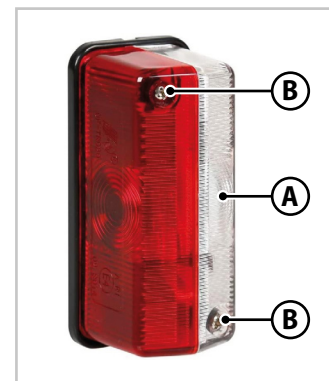

Fig.7.3 - Sidomarkeringsljus
2. Ta bort det vit-röda locket (**A**-Fig.7.3) genom att ta bort fästskruvarna (**B**-Fig.7.3).
5. Sätt tillbaka det vit-röda locket (**A**-Fig.7.3) med hjälp av fästskruvarna (**B**-Fig.7.3) som tidigare togs bort.